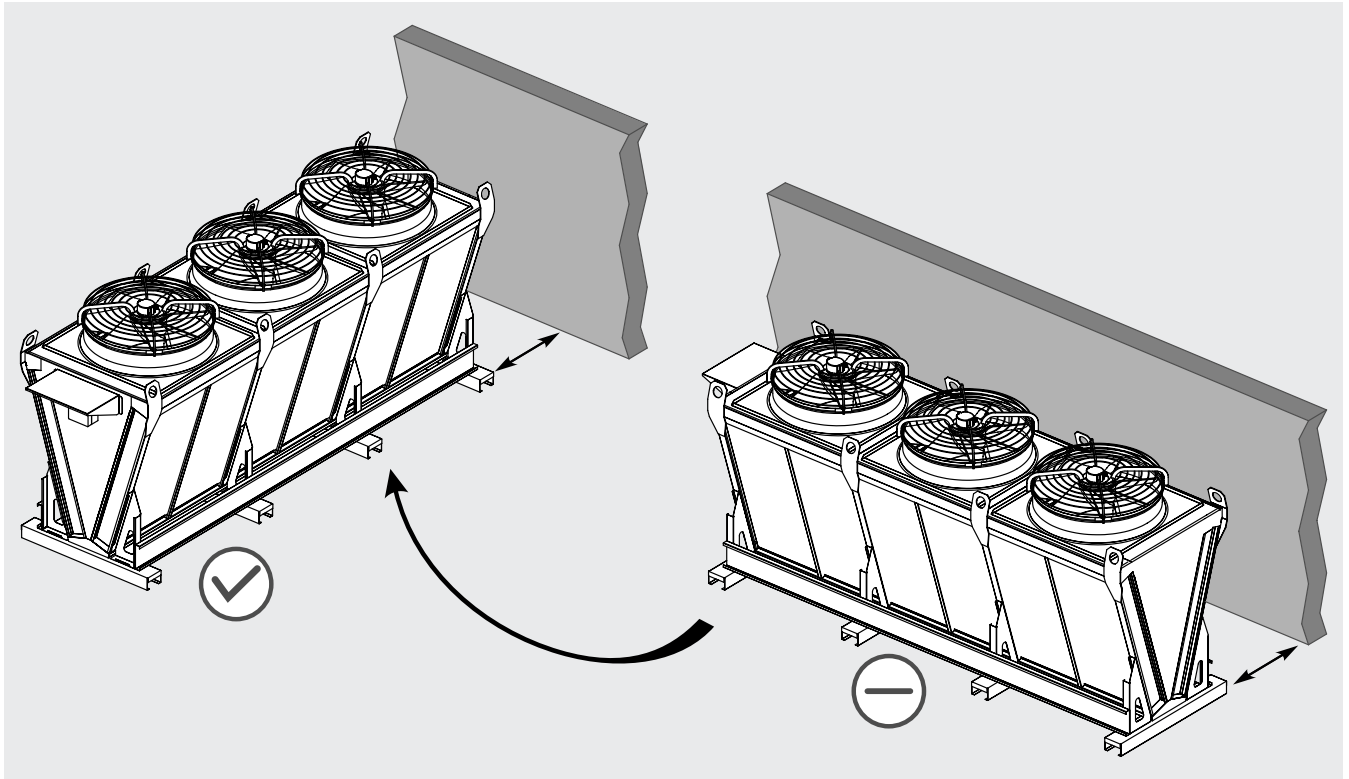

Abbildung 6
- 4.7 Bei Aufstellung in der Nähe einer Wand oder eines anderen Hindernisses, das den Luftstrom durch den Wärmetauscher erheblich beeinträchtigen kann (Zäune, Hecken, Windschutz usw.), das Modell möglichst so aufstellen, dass die Ansaugfläche rechtwinklig zum Hindernis verläuft. Siehe Abbildung 6.